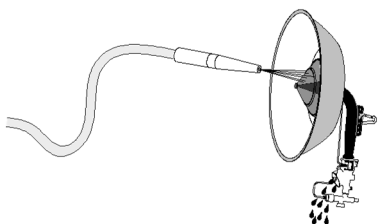
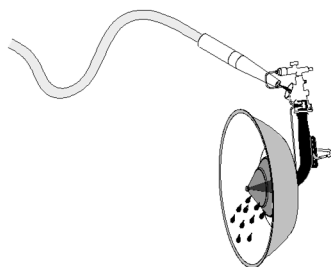

Fig. 17
Fig. 18
**b) Limpieza con agua (Fig. 17 y Fig. 18)**
- Coloque el radiador en posición vertical, con la entrada de gas hacia abajo. Proteja con la mano o una bolsa la válvula de seguridad y rocíe con el chorro de agua varias veces toda la superficie de los conos para eliminar el polvo del cono interno. El agua debe salir por la entrada de aire del radiador (Fig. 17).
- Dele la vuelta al equipo y dirija el chorro de agua a través de la abertura de entrada de aire. El agua debería salir por los conos (Fig. 18).
a) Cleaning with water (Fig. 17 and Fig. 18)
- Place the brooder upright, with the gas inlet facing down. Protect the safety valve with your hand or a bag and spray the entire surface of the cones several times to clean the dust from the internal cone. The water should come out of the brooder's air inlet (Fig. 17).
- Turn the system over and aim the water jet through the air inlet opening. The water should come out through the cones (Fig. 18).
b) Nettoyage à l'eau (Fig. 17 et Fig. 18)
- Disposer le radiateur verticalement, l'entrée d'air vers le bas. Protéger la vanne de sécurité avec la main ou un sachet et passer le jet d'eau à plusieurs reprises sur toute la surface des cônes afin d'éliminer la poussière du cône interne. L'eau doit ressortir par l'entrée d'air du radiateur (Fig. 17).
- Retourner l'équipement et orienter le jet d'eau à travers l'ouverture d'entrée d'air. L'eau doit ressortir par les cônes (Fig. 18).